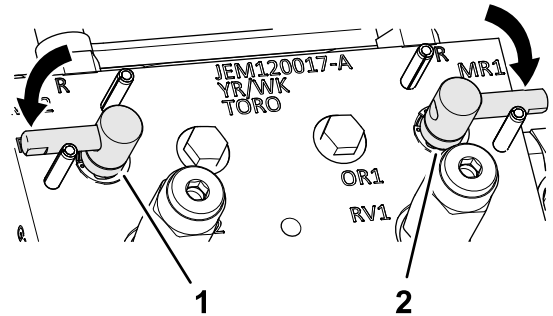

Figure 107
3. Tournez les leviers de rodage à la position F (tonte) (Figure 107).